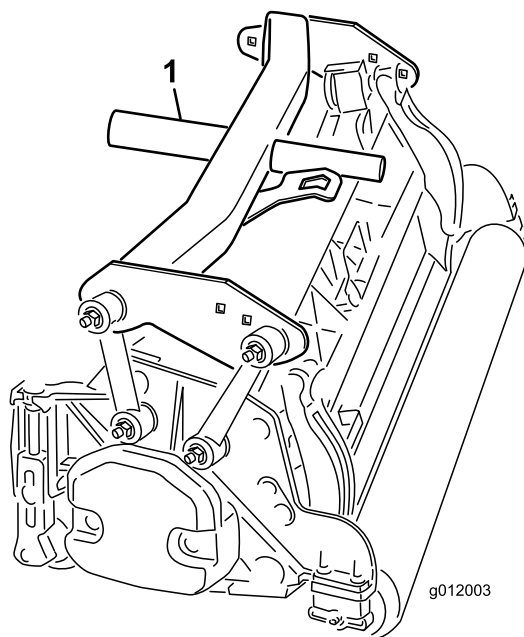

図 18
4. 後キャリアフレーム (図 18) を後カッティングユニットに載せる。